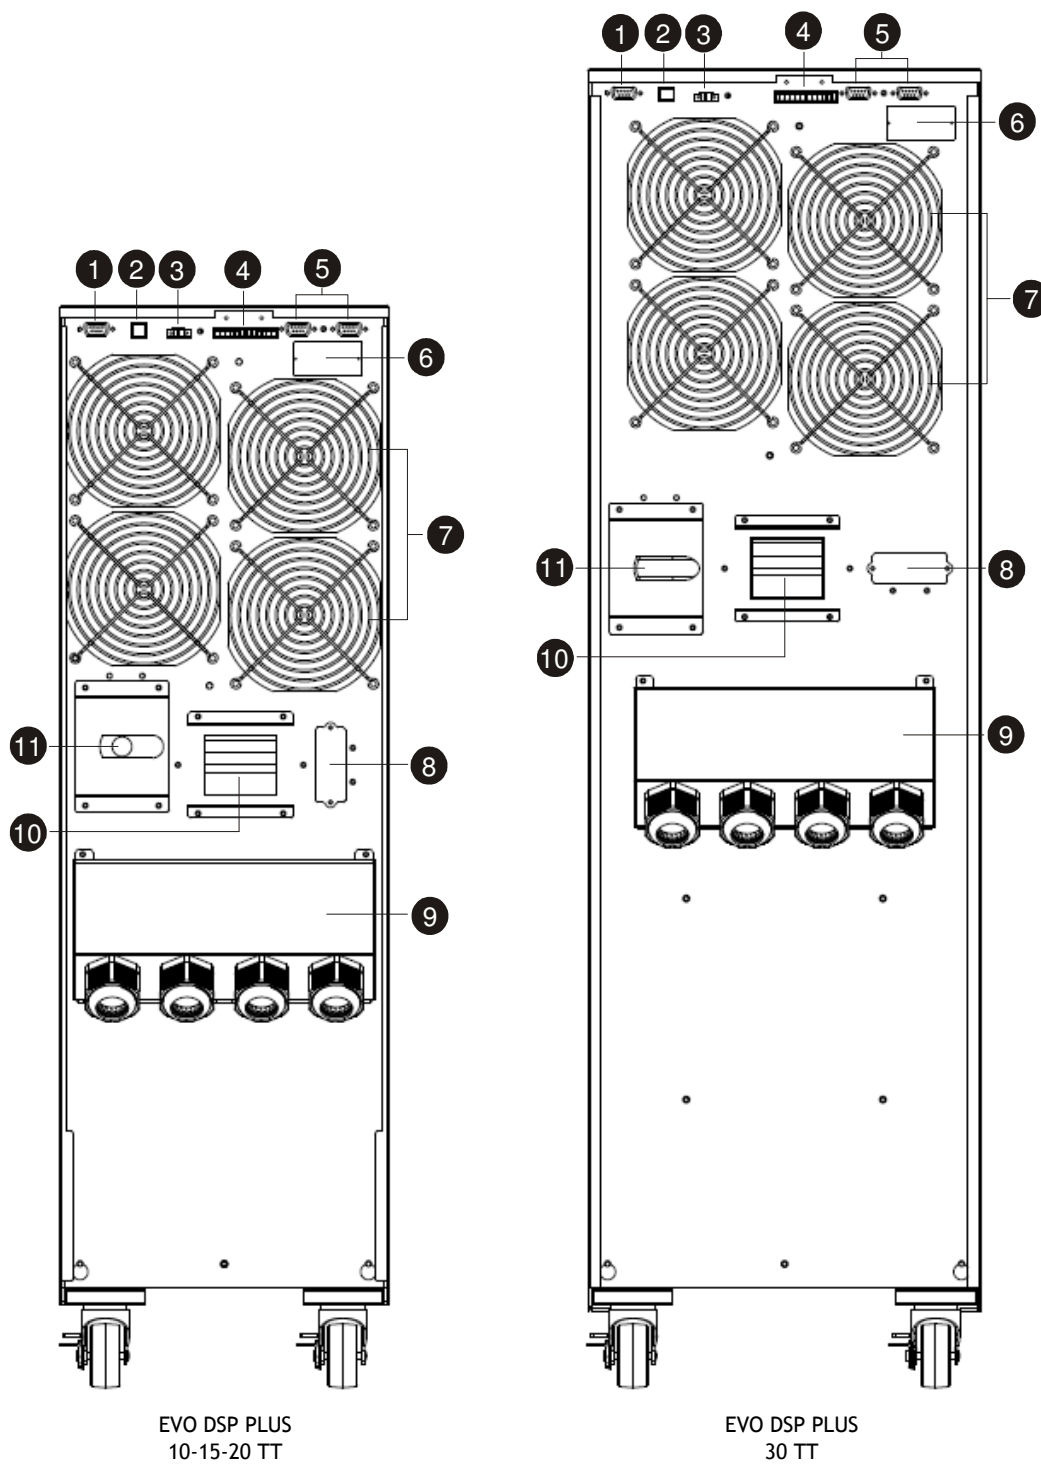
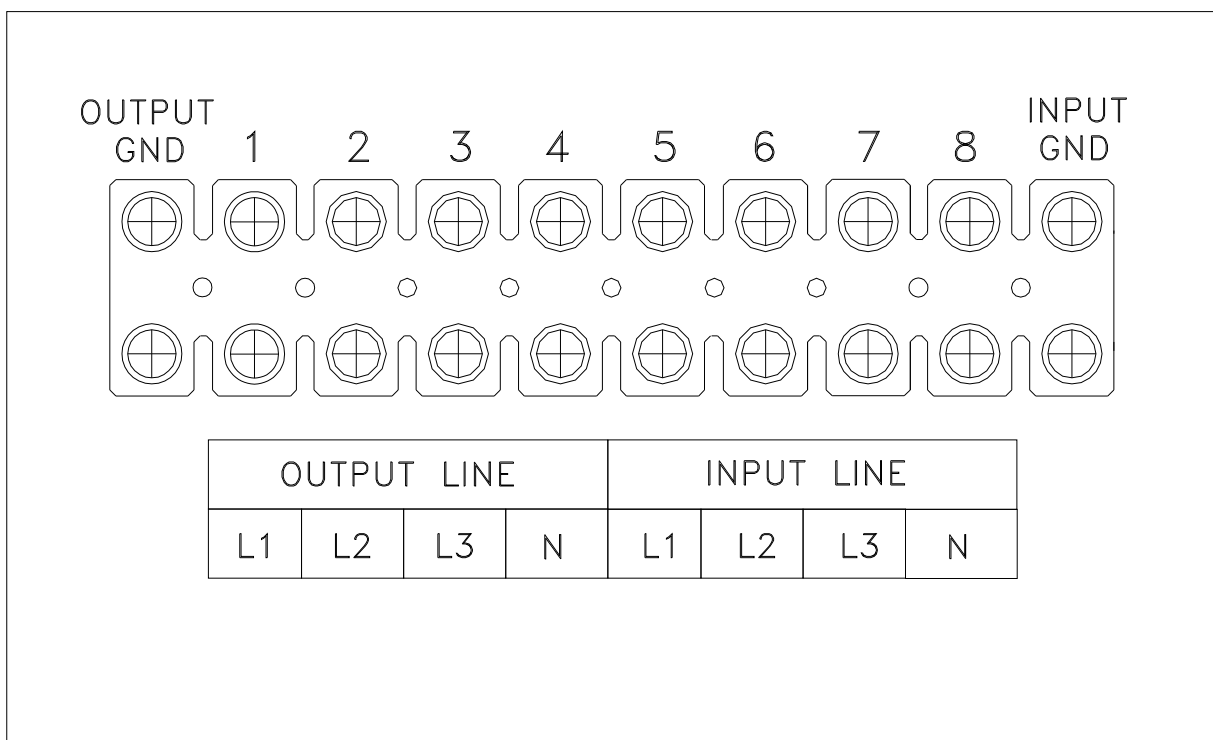

Figura 4 - Pannello Posteriore
Figura 5 - Morsettiera d'Ingresso/Uscita
9. **Pannello metallico di accesso alla morsettiera d'Ingresso/Uscita:** rimuovendolo si accede alla morsettiera per i collegamenti d'Ingresso/Uscita (vedi figura 5).
1. L'interruttore Ingresso Rete sul retro sia "OFF" (vedi figura 4).
1. Togliere il **pannello metallico di accesso alla morsettiera d'Ingresso/Uscita**, posto in basso sul retro (vedi figura 4). La morsettiera d'Ingresso/Uscita è illustrata in figura 5. Tutti i cavi che verranno collegati alla morsettiera devono arrivare alla morsettiera entrando dagli appositi fori sul pannello metallico.
2. Procedere al collegamento della **linea d'Ingresso (INPUT LINE)** facendo attenzione alla corretta polarità e alla corrispondenza con le sigle dei morsetti riportate in figura 5, come spiegato sotto:
- ▶ Rimuovere il pannello metallico di accesso al connettore per il Box Batterie Esterno, posto sul retro dell'UPS (#8, figura 4).
- ▶ Collegare il cavo Batterie al connettore per il box Batterie Esterno (#8, figura 4) sul retro dell'UPS.
1. Controllare che l'interruttore Ingresso Rete sul retro sia in posizione "OFF" (vedere figura 4).